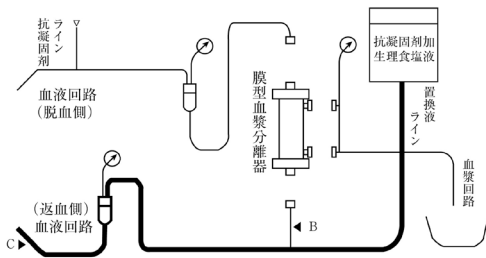

図 2. 血液回路の洗浄 (1)
- 3) 抗凝固剤加生理食塩液により返血側回路を洗浄する(図2、3参照)。